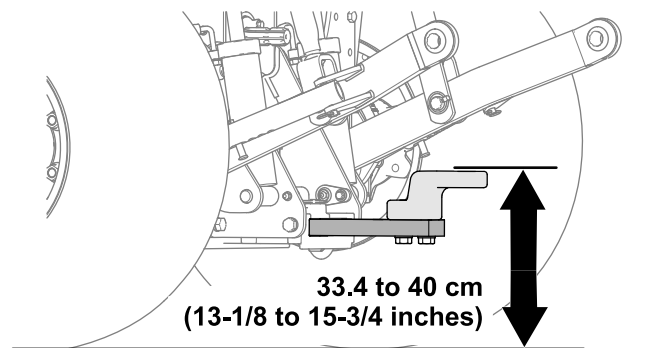

Figura 21
- Altezza operativa: da 33,4 a 40 cm; fate riferimento a **Figura 21**.